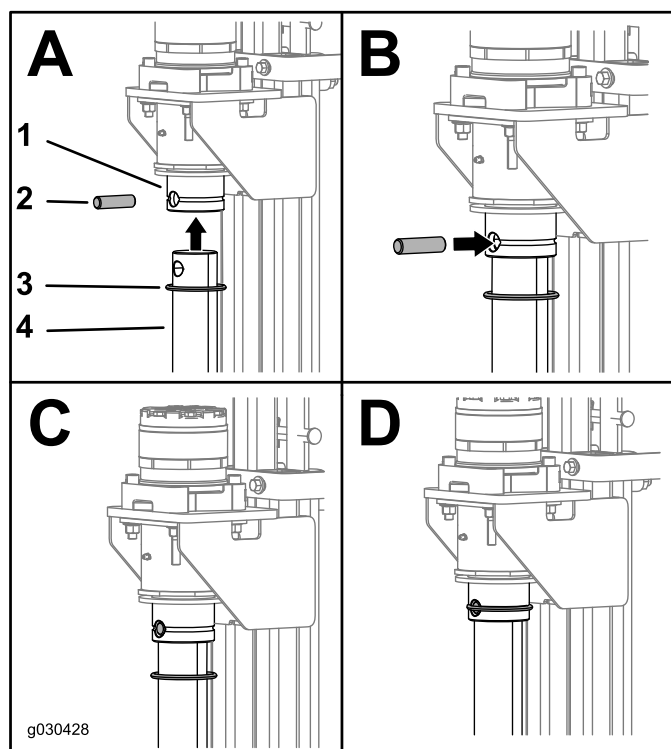

Рисунок 3
Установите новые стойки, совместив отверстия в стойках с отверстиями в муфтах двигателя, и закрепите стойки с помощью уплотнительных колец и штифтов, входящих в данный комплект (Рисунок 3).
8. Установите новые стойки, совместив отверстия в стойках с отверстиями в муфтах двигателя, и закрепите стойки с помощью уплотнительных колец и штифтов, входящих в данный комплект (Рисунок 3).